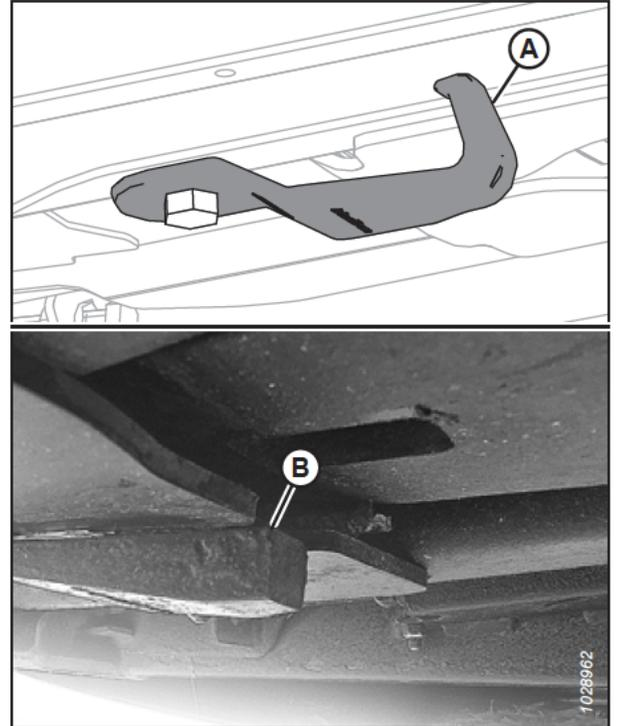

Figura 4.233: Ganchos do suporte do engate
A Figura 4.233, página 421 mostra um gancho de suporte de elo não danificado (A) e um gancho de suporte de elo danificado (B). Um gancho de suporte de elo esticado não é mostrado.